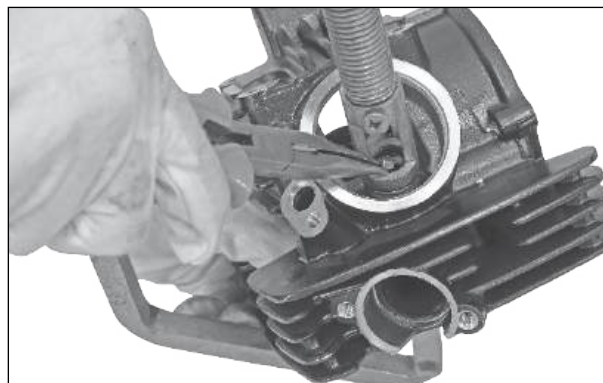

Fig. 3.54
- Remova a chaveta da haste da válvula. (Fig. 3.54)